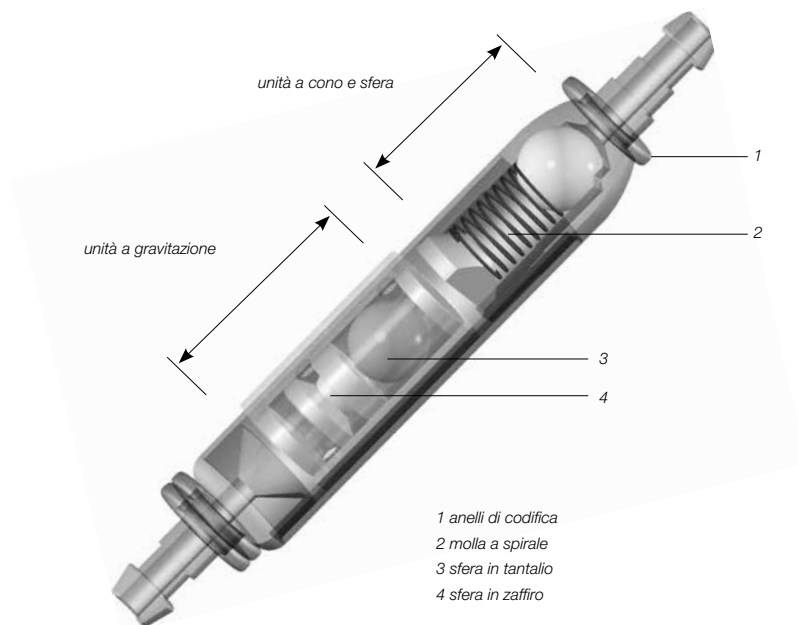

Fig. 1: Disegno schematico in sezione della *paediGAV*
La Fig. 1 mostra un disegno schematico in sezione della *paediGAV*. Essa è composta da una robusta custodia in titanio nella cui parte prossimale è integrata una unità a cono e sfera dalla validità sperimentata. Una molla a spirale (2) garantisce la pressione di apertura della unità a cono e sfera. La unità a gravitazione nel settore distale è composta da una sfera in tantalio (3), che determina la pressione di apertura della unità stessa e da una sfera in zaffiro (4), che ne garantisce una chiusura precisa.